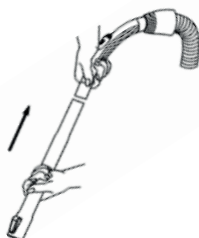

рис. 2
- Вставьте телескопическую трубку в другой конец шланга. (Рис. 2)